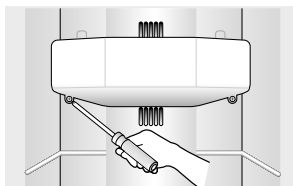

Figura 38
- Retire los protectores de los tornillos de la pantalla con un pequeño destornillador plano. (Figura 38)